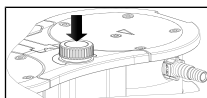

Fig. 7: Allumer et éteindre la pompe à l'aide du bouton poussoir/rotatif
- Mettez la pompe en marche en appuyant sur le bouton-poussoir/rotatif s (voir Fig. 7).